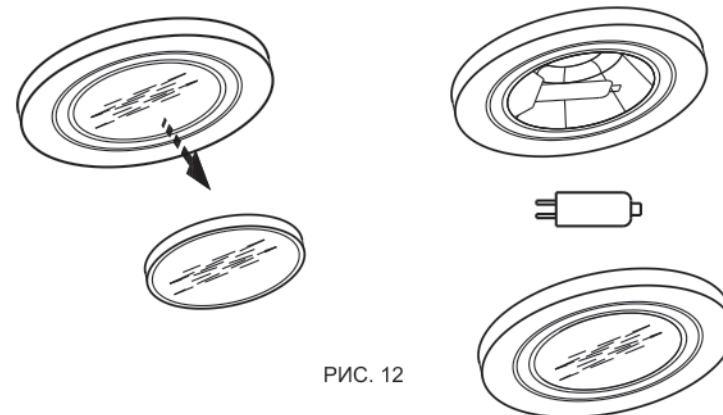

РИС. 12
8.6 Замена галогенной лампы (рис. 12):